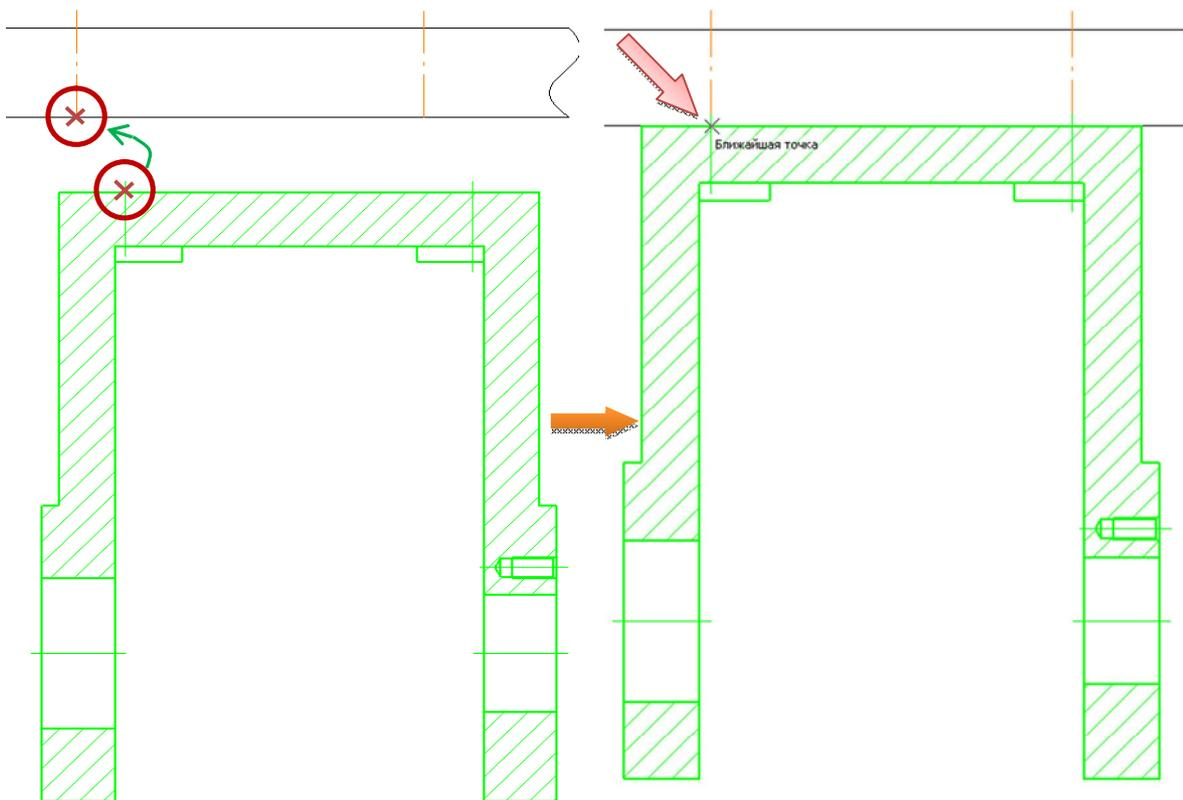

Рис.4.5. Установка кронштейна
- Выберите команду «Сдвиг»  на панели «Редактирование». Переместите изображение детали «Кронштейн», совместив базовую точку детали «Кронштейн» с базовой точкой обстановки (рис. 4.5).